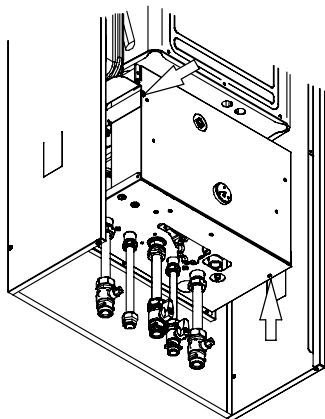

Figura 9.1
- Svitare le viti indicate in Figura 9.1